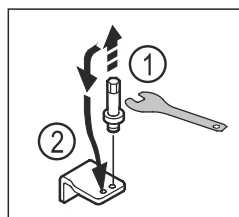

Fig. 18
- ▶ Wykręcić sworznie dolnej płytki zawiasu kluczem imbusowym SW5. Fig. 18 (1)
- ▶ Założyć sworzeń po przeciwległej stronie. Fig. 18 (2)